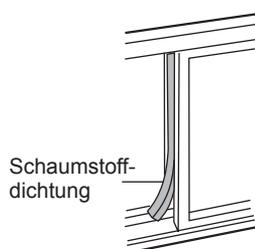

Abb. 15
5. Schneiden Sie die Schaumstoffdichtung auf die richtige Länge zu und dichten Sie damit die offene Fuge zwischen dem oberen und dem äußeren Fensterflügel. Siehe Abb. 15